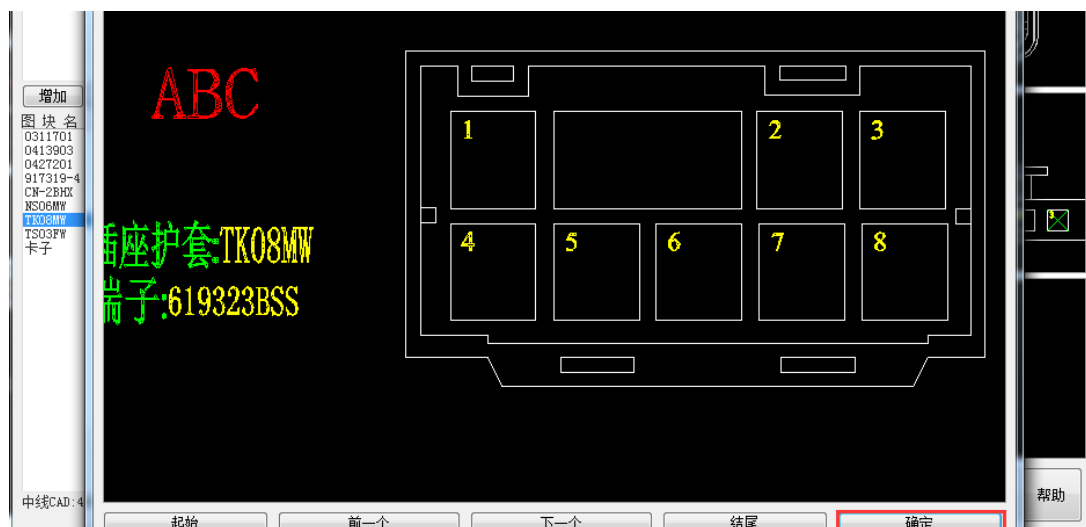

图 1-2
2. 在对话框的左边选择需要插入的图块名后，图块自动放大预览，可以确认插件信息，按下【确定】按钮可以关闭，如图 1-2 所示；